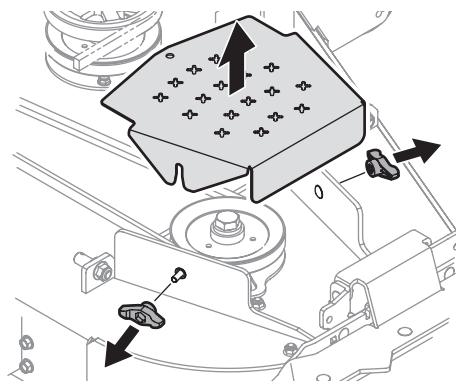

Figure 19
- Nettoyez le dessus du plateau de coupe, sous les couvercles de la fusée et la zone des courroies (Figure 19).